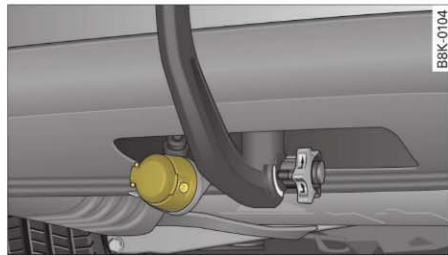

Fig. 209 Zona barei de protecție spate: Priza pentru remorcă
- În priză puteți conecta cablul remorcii ⇒ fig. 209.